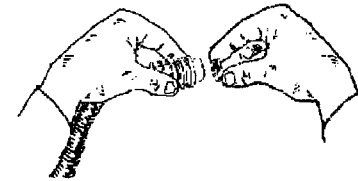
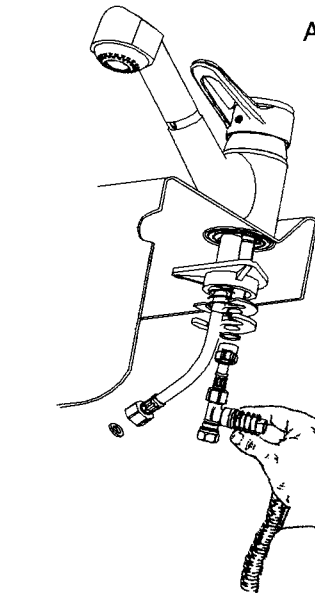

Abb.2
Abb.3
- ◆ Stabilisationsteil (16), geformte Dichtung (17-a) und Klemmbrücke (17-b) auf die Gewindestange stecken.
- ◆ Mit Mutter (19) fest anziehen.
- ◆ T-Stück (20) am Boilerausgang (Farbe rot) anschrauben. Gewinde G3/8.
- ◆ Klammer auf dem Schlauch entnehmen (Abb. 2) und Schlauch (11-b) auf dem T-Stück anschrauben. Auf richtigem Sitz der Dichtung (11-a) (Abb.3) achten .
- ◆ Batterie anschließen. Flex. Schlauch mit blauem Pfeil nach unten am Boilereingang (Farbe blau) und flex. Schlauch mit rotem Pfeil am T-Stück anschrauben. Flex. mit blauem Pfeil nach oben (22) mit Anschluß (23) auf Eckventil anschließen.